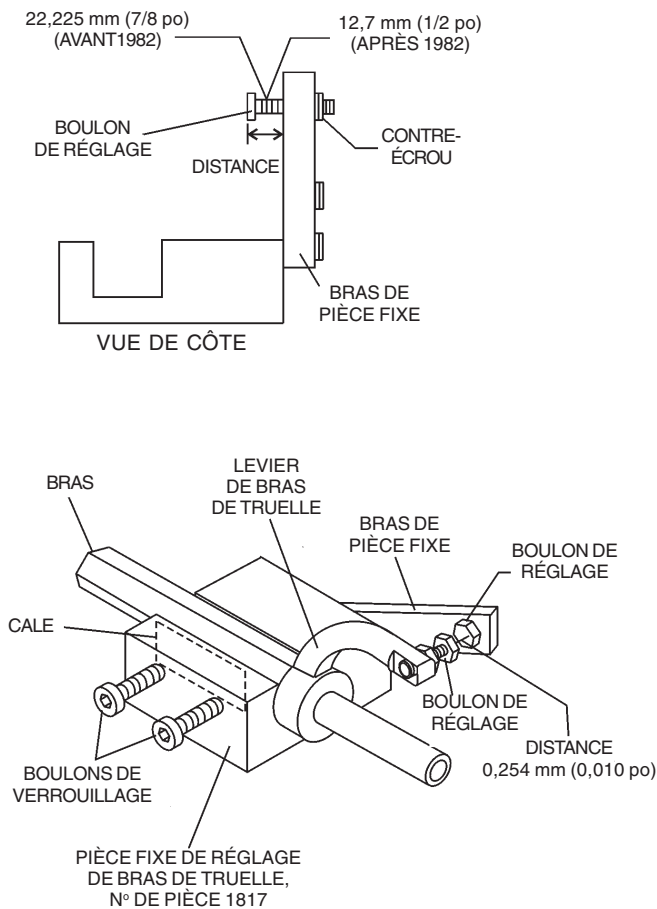

Figure 26. Outil de réglage de bras de truelle
La figure 26 montre la pièce fixe de réglage dans laquelle est introduit un bras de truelle. Lorsque chaque bras de truelle est verrouillé dans la pièce fixe, le boulon du bras est réglé au point où il touche une butée sur la pièce fixe. Cela permet de régler de façon uniforme tous les bras de truelle, en fournissant une finisseuse qui est aussi plane et uniformément inclinée que possible.
2. Les truelles fabriquées avant juin 1982 exigent que la distance entre l'extrémité du boulon de réglage et le bras de la pièce soit de 22,225 mm (7/8 po) (figure 26). Par contre, les truelles fabriquées après juin 1982 exigent que la distance entre l'extrémité du boulon de réglage et le bras de la pièce soit de 12,7 mm (1/2 po).